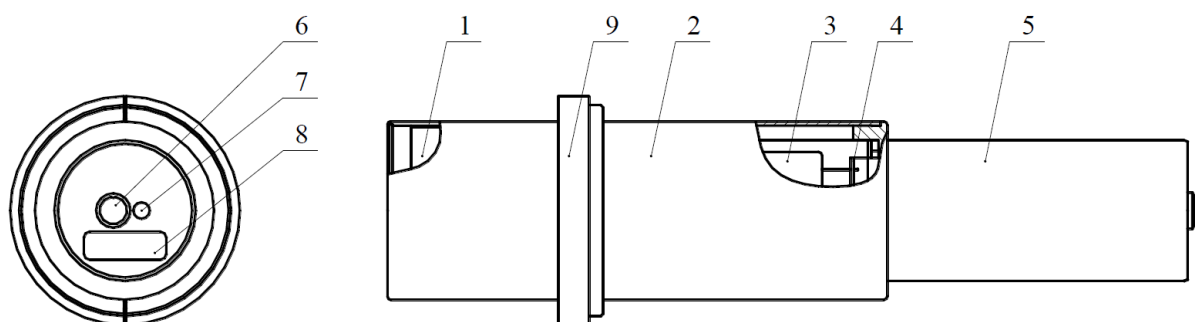

図 2-2
検出器ユニット BDKG-11C (図 2-2)は円柱形で金属製です。固定用リング部はネジ止めされています。検出器ユニットには簡易的な防水になっており、塗装などで保護されているためアルコールを使ったクリーニングを行うことができます。
12. 検出器ユニット BDGK-11C の固定リング(5：図 2-2)が、鉛遮蔽容器の底部(5：図 2-3)に収まるように入れます。